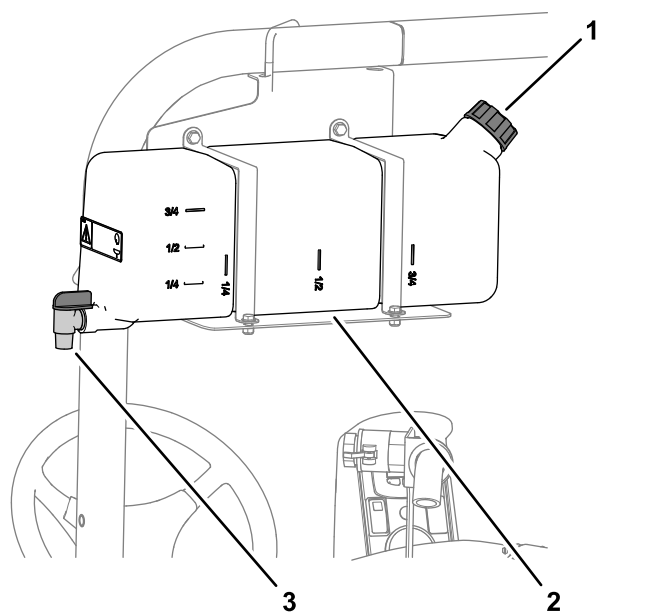

Figura 19
- Per riempire il serbatoio, svitate il tappo sulla parte superiore del serbatoio, riempite il serbatoio con acqua dolce e montate il tappo (Figura 19).
- Per aprire il rubinetto del serbatoio d'acqua dolce girate la leva del rubinetto (Figura 19).